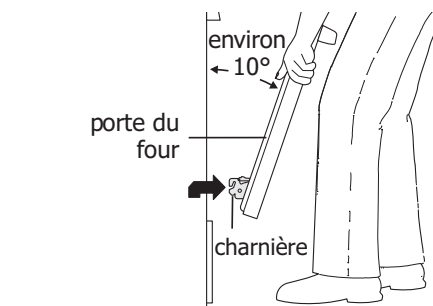
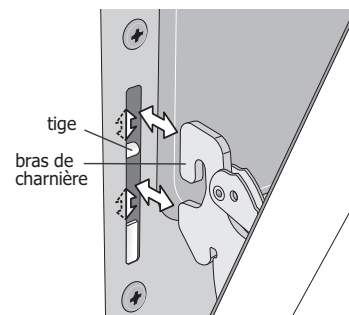

Figure 45 : Maintien de la porte pour le retrait
Figure 46 : Remise en place et emplacement des bras de charnière et des tiges
3. Tenez fermement les deux côtés de la porte. N'utilisez pas la poignée de la porte du four (Figure 45).
5. Soulevez les bras des charnières de la porte au-dessus des tiges situées de chaque côté du cadre du four (Figure 45).
1. Tenez fermement les deux côtés de la porte. N'utilisez pas la poignée de la porte du four (Figure 45).
2. En tenant la porte dans le même angle que pour le retrait, posez le crochet du bras de charnière sur les tiges situées de chaque côté du cadre de la porte (Figure 45 et Figure 46). Les crochets des bras de charnière doivent être bien assis sur les tiges.